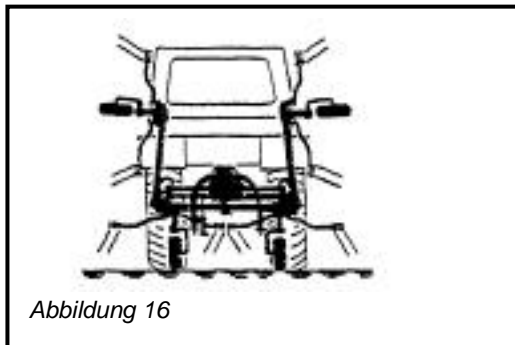

Abbildung 16
1. Geräte absenken, bis mittlere Kreiselräder den Boden berühren (Abb. 16).